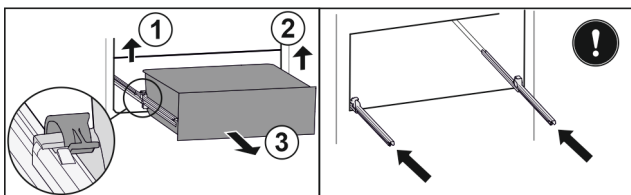

Fig. 35
- ▶ Підняти лівий затискач і одночасно висувний ящик ліворуч потягнути вперед Fig. 35 (1).
- ▶ Підняти правий затискач і одночасно висувний ящик праворуч потягнути вперед Fig. 35 (2).
- ▶ Вийняти висувний ящик рухом вперед Fig. 35 (3).